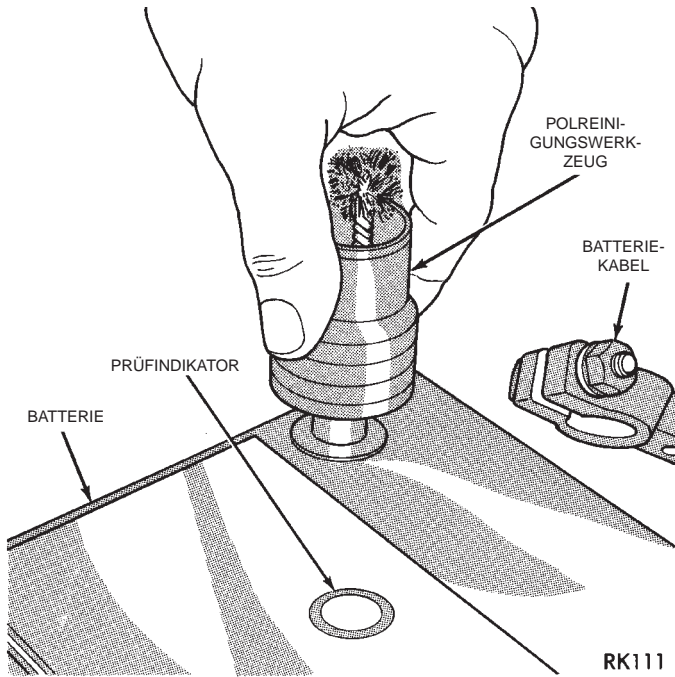

Abb. 12 Batteriepole säubern
(4) Batteriegehäuse und -deckel auf Risse, Undichtigkeiten oder beschädigte Befestigungselemente überprüfen. Eine beschädigte Batterie muß ausgetauscht werden.
(5) Batterieträger auf Beschädigungen durch Batteriesäure überprüfen. Ist Säure ausgetreten, den betroffenen Bereich mit einer Lösung aus Wasser und Natriumbikarbonat säubern.
(6) Batteriepole mit einem entsprechenden Werkzeug säubern (Abb. 12).